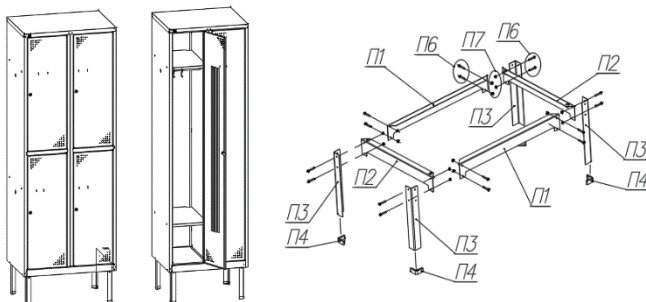

Рис. 4 Сборка и установка Подставки для шкафов WRv1
- 3.2.** В зависимости от комплектации в внутрь шкафа могут устанавливаться: полки нижние, так же шкафы могут устанавливаться на подставки, которая позволяет приподнять шкаф на 260 мм. над полом. (Рис. 4).
5.5. По желанию шкаф можно установить на подставку, позволяющую приподнять шкаф на 260 мм. от пола (Рис. 4). Подходит для исполнений (WR22v1; WR24v1; WR28v1; WR28Pv1).
5.6. Состыковать между собой Уголки (П1), Уголки крепёжные (П2), Стойки (П3), при помощи метиза (П6, П7) гайками внутрь, как показано на (Рис. 4). Снизу, на стойки одеть подпятники пластиковые (П4).